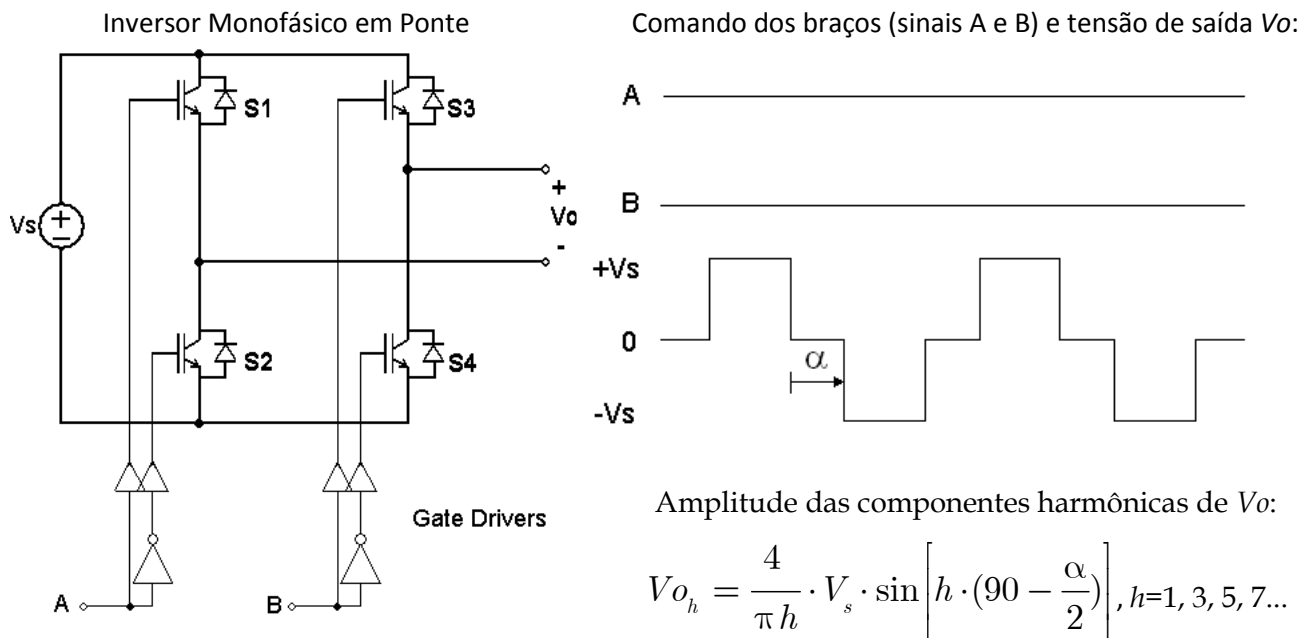

Figura 1 – Inversor monofásico em ponte e formas de onda do comando *Phase-Shift* e equações das componentes
1. Com base na forma de onda da tensão de saída desejada na carga (vide Figura 1), faça uma tabela indicando as chaves que devem ser fechadas em cada instante. Lembre-se de que a carga normalmente é indutiva.
2. Apresente no espaço reservado Figura 1 uma sequência possível para os níveis lógicos dos sinais A e B de comando, de modo que a tensão de saída desejada seja obtida.